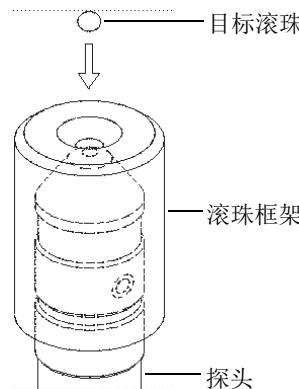

图 4-6 框架上的目标滚珠要与探头尖端对齐
- 放上钢珠：**选择在随后的测量中要使用的目标滚珠，以及适用于滚珠尺寸的滚珠框架。这个框架要使目标滚珠的中心与探头尖端对齐。将滚珠放置于框架的上面。将框架套到探头的尖端上，使其向下滑动，直到不动为止，如第 73 页的图 4-6 所示。